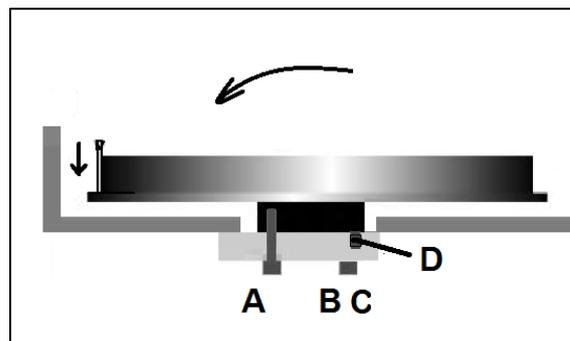

Figure 8-7 : Réglage d'alignement de la lame
- Utilisez la vis de réglage (D) pour régler l'inclinaison du volant (Fig 8-7).